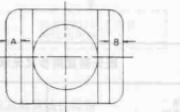

图10
②调节R 617，使屏幕上图象水平中心位置达到如图10所示A=B的程度。